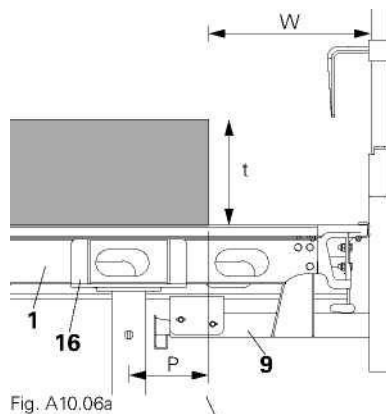
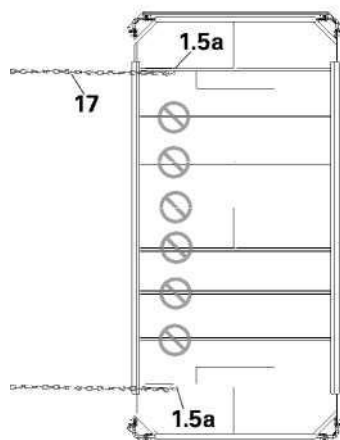
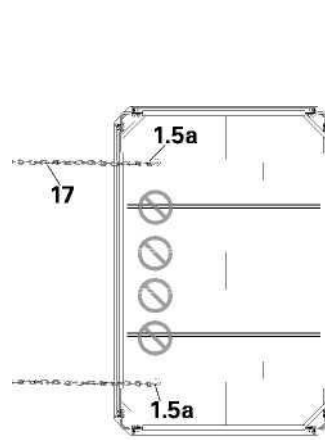

Fig. A10.06a
Fig. A10.08
Fig. A10.09
Planear a projecção da laje P [20 cm máx. do centro do prumo até ao rebordo da laje] e a largura da área de trabalho W [75 cm máx.] de acordo com Fig. A10.06a) e (Tab. A10.01)
Planear a projecção da laje P [20 cm máx. do centro do prumo até ao rebordo da laje] e a largura da área de trabalho W [75 cm máx.] de acordo com Fig. A10.06a) e (Tab. A10.02)
1. Instalar o painel ADP (1) com o suporte de guarda-corpos ADG (9). (Fig. A10.06a)
2. Fixar a Cabeçal ADC (16) com prumo para apoiar o painel ADP (1).
3. Prender o painel em consola com a corrente 3,0 kN (17). (Fig. A10.06a)
(Fig. A10.08 + Fig. A10.09)
Somente fixar a corrente 3,0 kN (17) na primeira ranhura (1.5a) fornecida na falha ao externo C do painel. (Fig. A10.06a + Fig. A10.08 + Fig. A10.09),